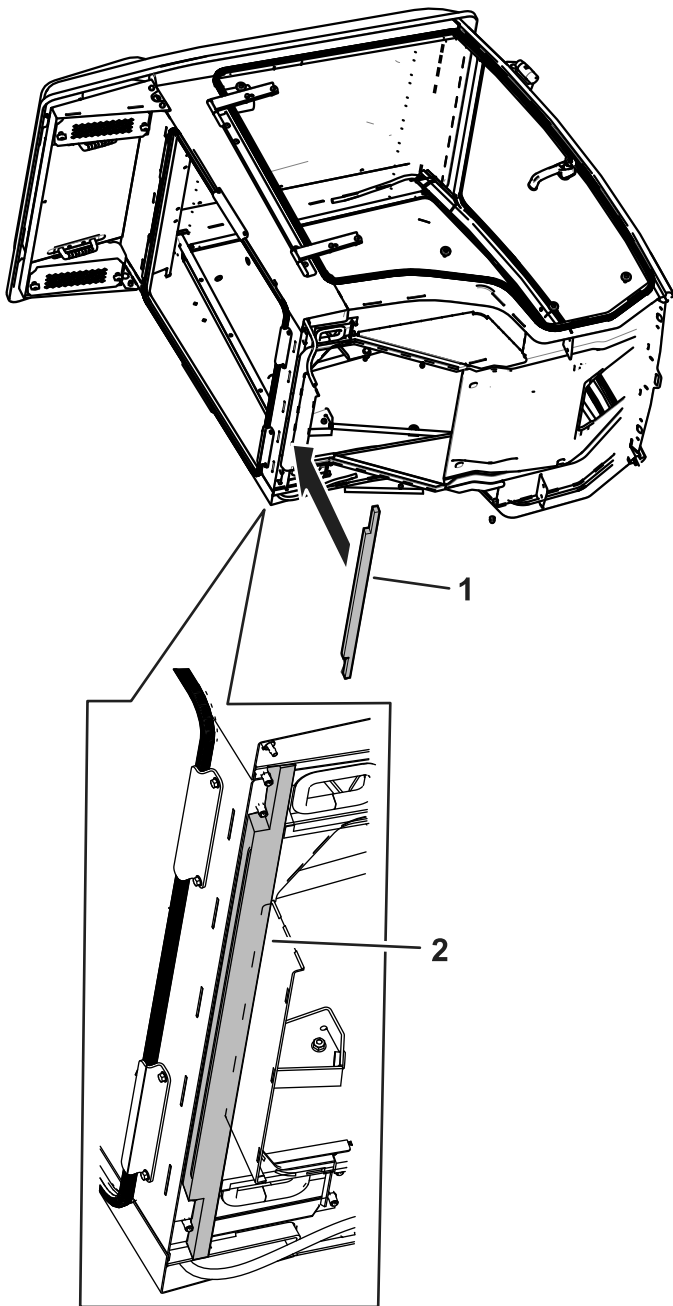

Figure 13
5. Installez le joint en mousse au bas de la cabine, comme montré à la Figure 13.